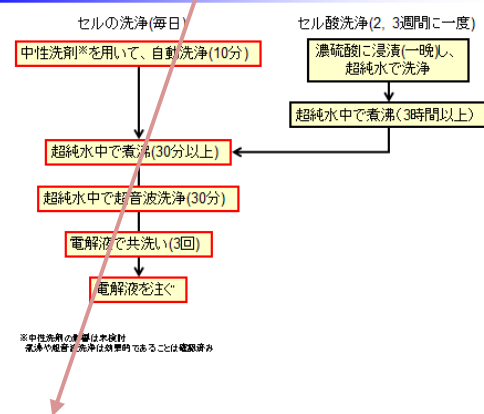

Fig. 1 Flow of our activity and samples of measurement processes
(3)測定の初心者等のために、Fig. 1のような手順書を公開する。